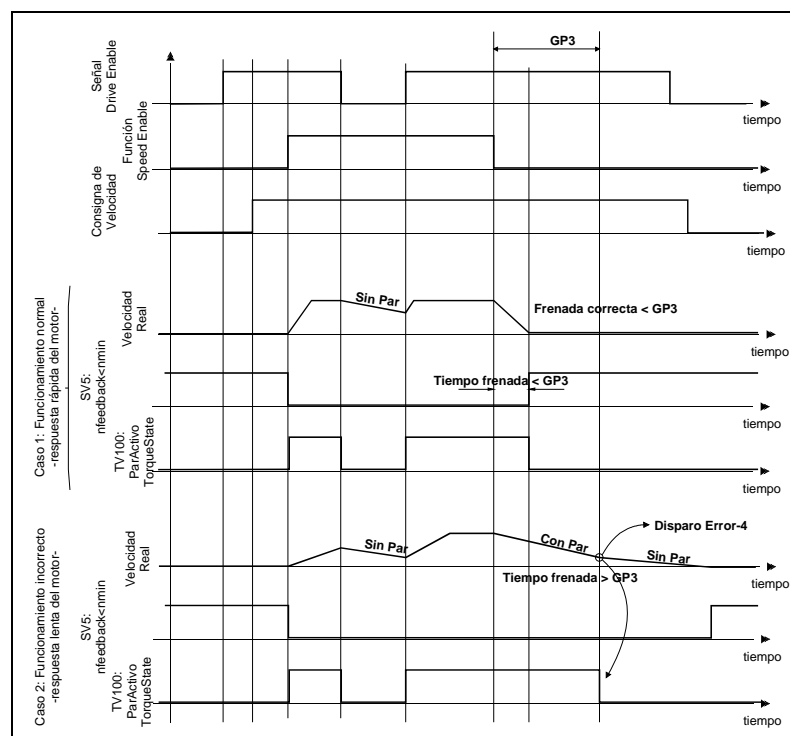

FIGURA H3-103
2. El motor responderá a todas las variaciones de consigna siempre y cuando ambas entradas (Drive Enable y Speed Enable) se mantengan a 24 V DC. La desactivación de cada una de ellas causa efectos diferentes. Véanse los modos de funcionamiento en la FIGURA H3-103.